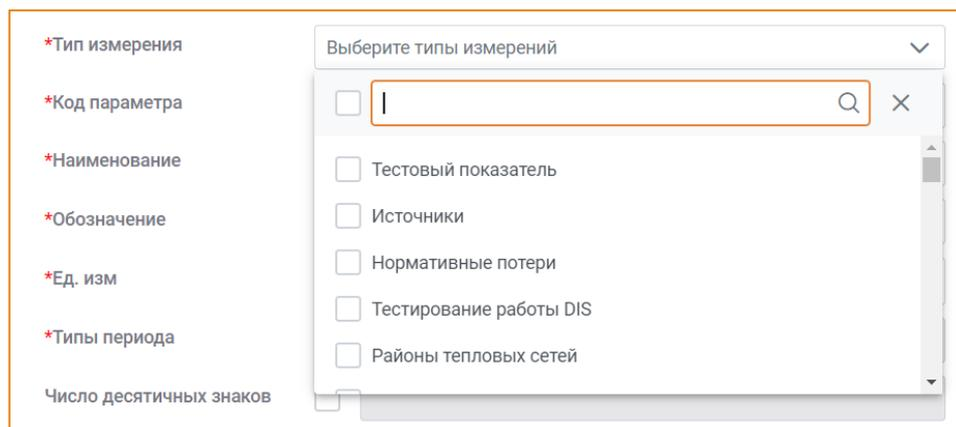

Рис. 29 – Список типов измерений
- **Тип измерения** – в раскрывающемся списке поля выбрать тип измерения, по которому будет создан новый параметр. Доступен только один вариант на выбор. Можно воспользоваться полем поиска измерений. Обязательно для заполнения (Рис. 29).